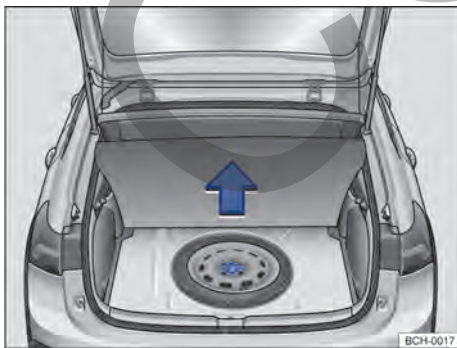

Fig. 153 En el maletero, por debajo del revestimiento del piso: rueda de emergencia y herramientas de a bordo.
Las herramientas de a bordo y la rueda de emergencia están ubicadas en el maletero, debajo de la alfombra → fig. 153.
- Levantar el revestimiento del maletero → fig. 153.